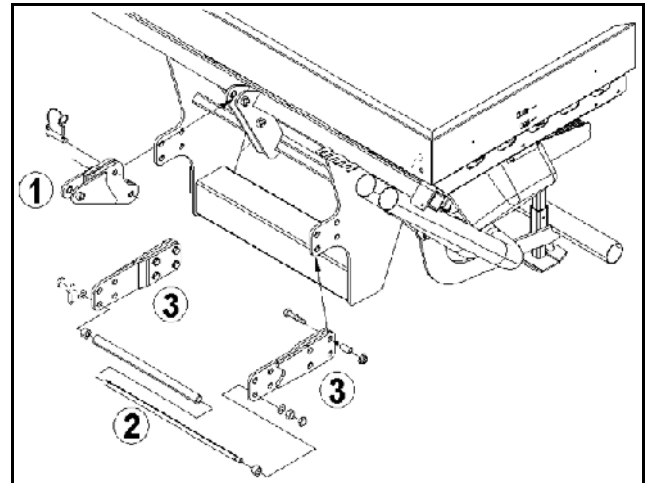

Fig. 35
1. Oberlenkerverlängerung (Fig. 35/1) mit zwei Bolzen an FRS befestigen und mit Klappstecker sichern.
2. Unterlenkeraufnahme (Fig. 35/2) von den Standardunterlenkerpunkten lösen.
3. Unterlenkeraufnahme an den Unterlenkerverlängerungen (Fig. 35/3) befestigen. Hierbei auf korrekte Montage der Verdrehsicherung achten.